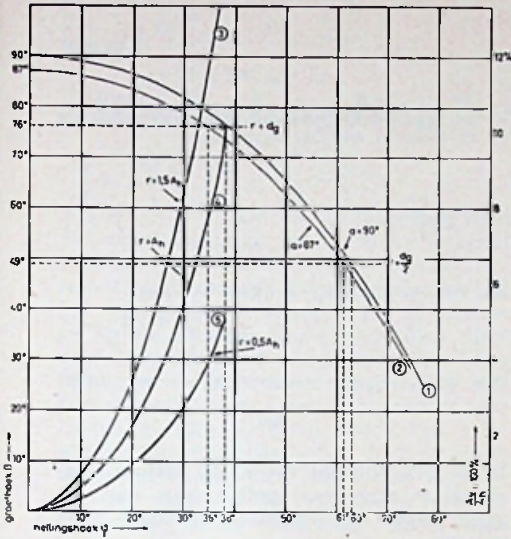

Fig. 13
In fig. 13 is het verloop van de hoek β als functie van de hoek φ getekend, waarbij de hoek α als parameter fungeert (kromme 1 en 2). Wij zien uit
Substitueren we voor α de waarden 90° resp. 87° , dan vinden we voor de respectievelijke gevallen, maximale hellingshoeken φ_{max} van ca. 38° en 36° . In fig. 13 is dit aangegeven door de horizontale streeplijn $r = d_g$. De hierbij optredende waarde van $\beta_c = 76^\circ$. Uit vgl. (25) kunnen we de volgende conclusies trekken; de maximaal toelaatbare hellingshoek φ wordt groter met